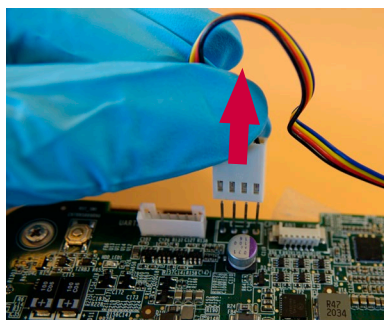

Abbildung 28 Trennen des Lüfterkabels
a) Trennen des Lüfteranschlusses (Abbildung 28)
- g) Schließen Sie das Lüfterkabel an (siehe Abbildung 12 und Abbildung 28)